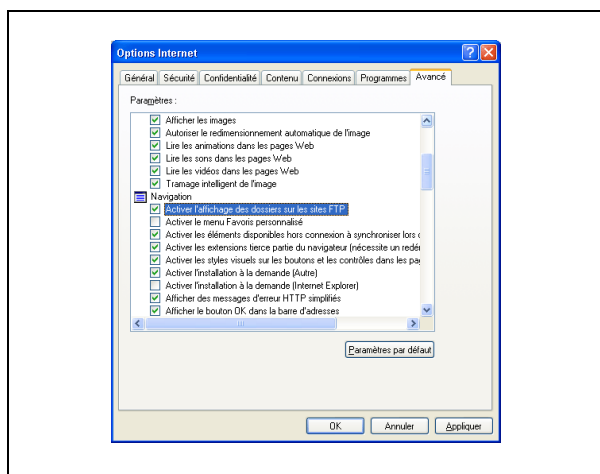

Fig. 3.12 Paramètre Activer l'affichage des dossiers sur les sites FTP
3.12 Configuration de l'accès FTP – Abb. 3.12 bis 3.15
- la case Activer l'affichage des dossiers sur les sites FTP est cochée (voir Fig. 3.12.)